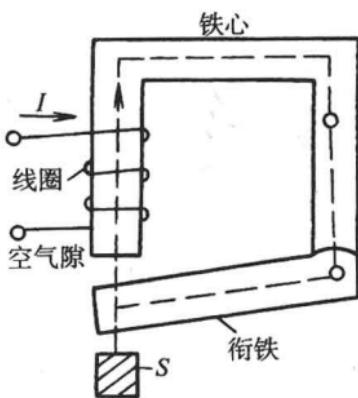

图 1-12 电磁铁
(2) 电磁铁的吸力：电磁铁对衔铁的吸力，是磁场对被磁化了的物体的吸力，称为磁吸力。如果磁极端面的磁通分布是均匀的，穿过衔铁的面积和电磁铁磁极面积基本相等，空气隙
又比较小（见图 1-12），则衔铁所受磁吸力 F (N) 为